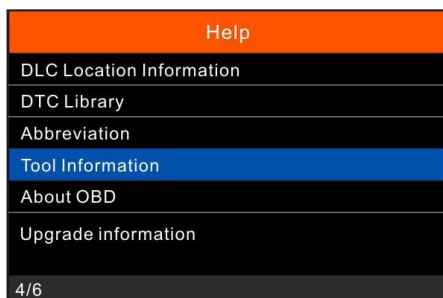

Figure 7-4
7. Sélectionnez [Informations outil], puis appuyez sur [OK].(Figure 7-4)